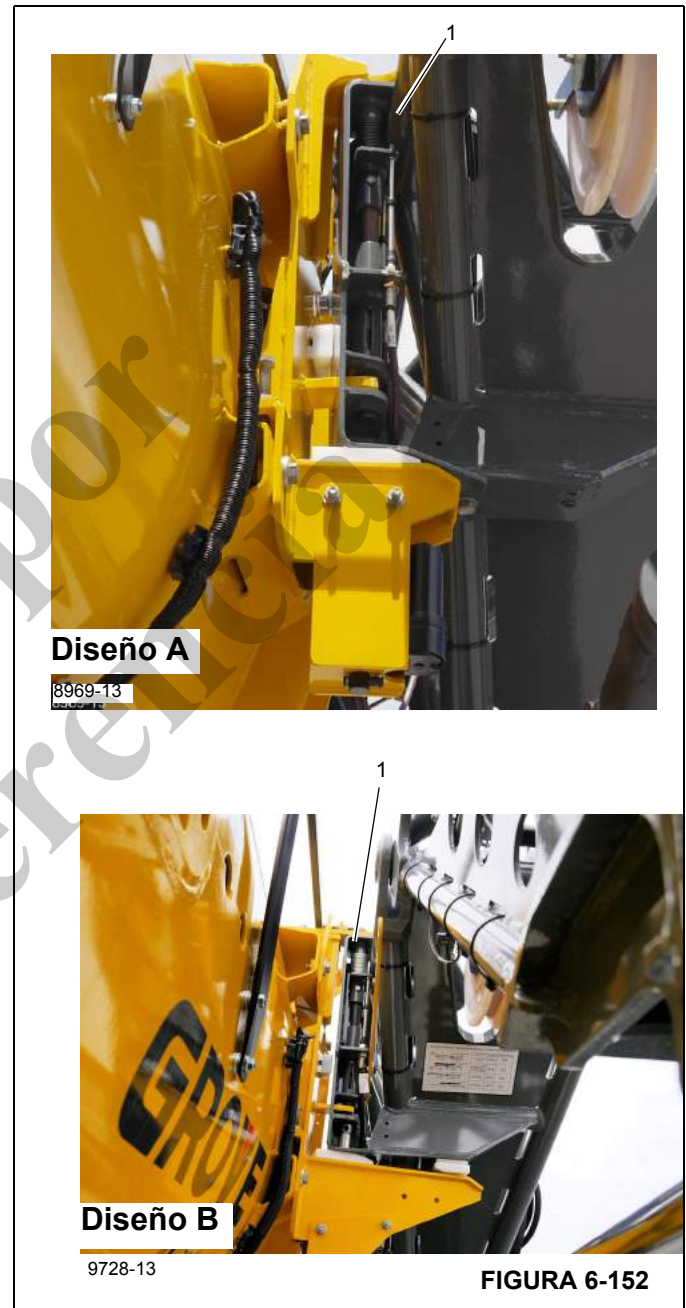

FIGURA 6-152
10. Verifique que el pasador N.º 2 esté desbloqueado (1, Figura 6-152).